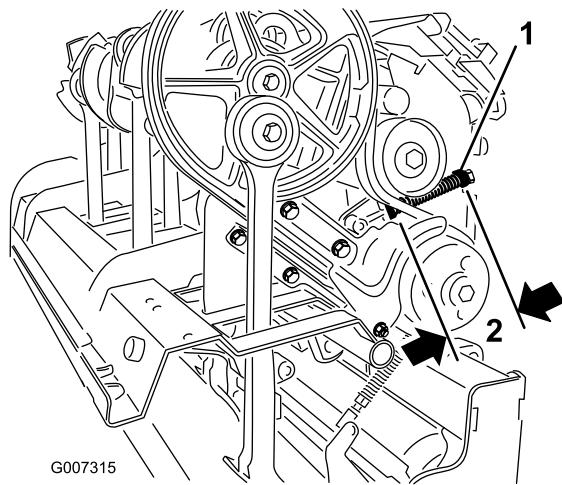

Figura 35
- C. Afloje la contratuerca que sujetla el retenedor del muelle (Figura 35).
- Ajuste el retenedor del muelle hasta alcanzar la longitud necesaria del muelle comprimido (Figura 35).